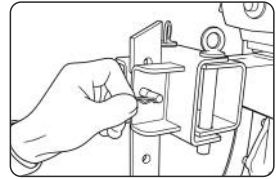

Рис. 7
- Установите ограничитель глубины (сошник) в сцепку, зафиксируйте стопорным пальцем и пружинным фиксатором (рис. 7)